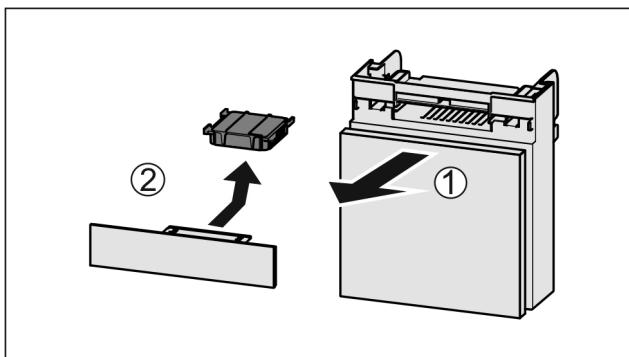

Fig. 76
- ▶ Predal izvlecite Fig. 76 (1) naprej.
- ▶ Odstranite Fig. 76 (2) aktivni ogleni filter.